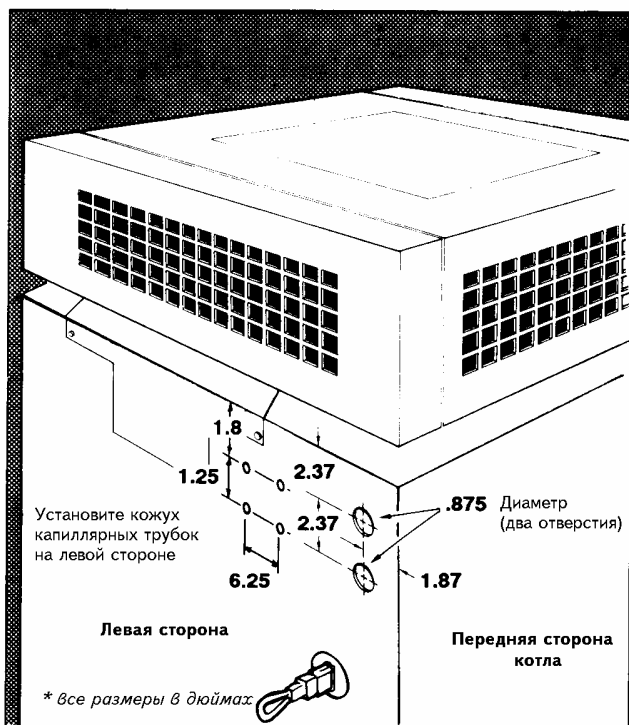

Рис.7 Расположение отверстий с левой стороны котла
18. Пробойником проделайте два отверстия диаметром 7/8" на левой стороне обшивки котла (см. рис.7).